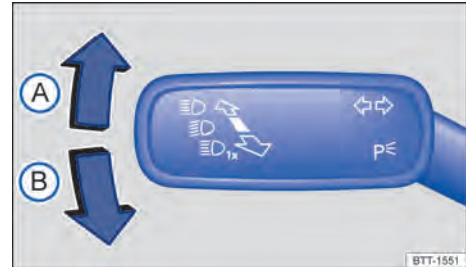

Abb. 85 An der Lenksäule links: Blinker- und Fernlichthebel.
2. Hebel aus der Mittelstellung in die gewünschte Position bringen → Abb. 85.